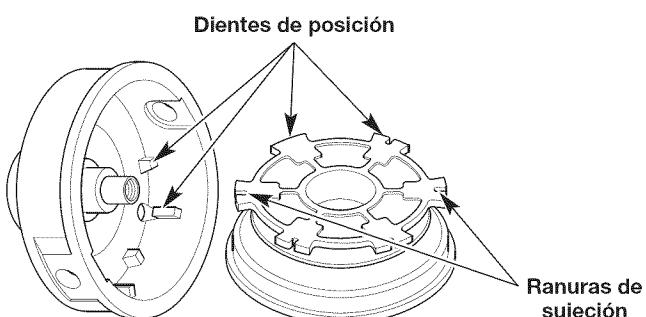

Fig. 11
7. Compruebe que los dientes de posición y las ranuras de sujeción no estén desgastados (Fig. 11). Si fuera necesario, quite las rebabas o cambie el carrete interior y la bobina exterior.